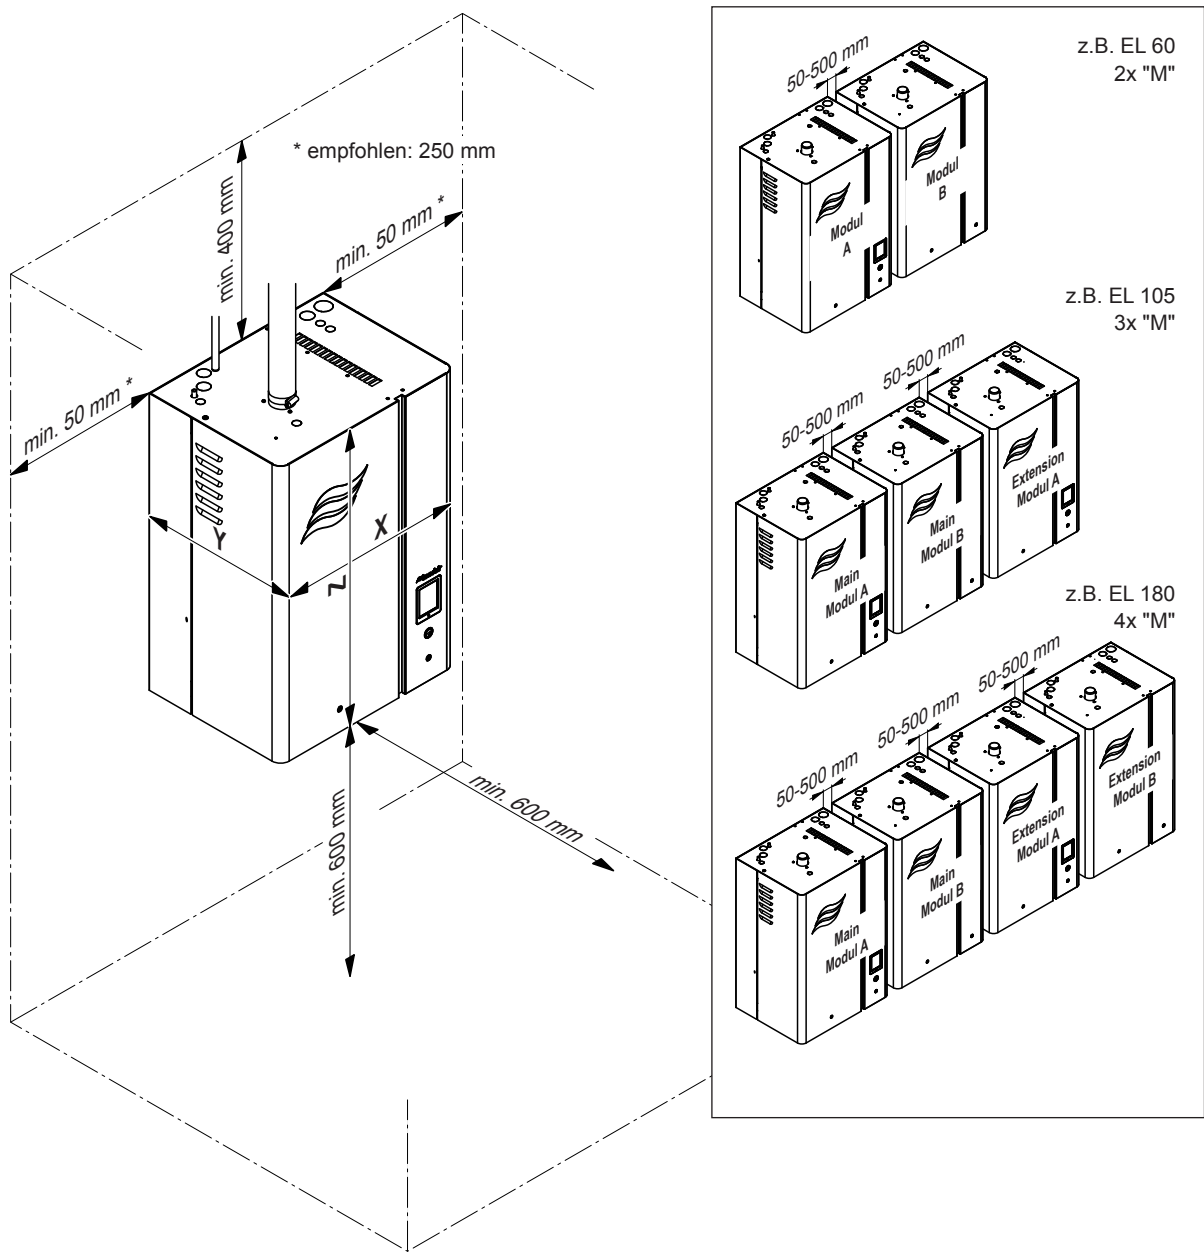

Abb. 9: Einzuhaltende Abstände
- Dampf-Luftbefeuchter so platzieren, dass das **Gerät gut zugänglich** und genügend Platz für die Wartung vorhanden ist. Die **Minimalabstände** gemäss Abb. 9 **müssen eingehalten werden**.
- Damit die mitgelieferten Kabel bei Doppelgeräten und Linkup-Systemen verwendet werden können, müssen die einzelnen Geräte in der angegebenen Reihenfolge mit einem Abstand von min. 50 mm bis max. 500 mm nebeneinander und auf gleicher Höhe montiert werden (siehe Abb. 9).